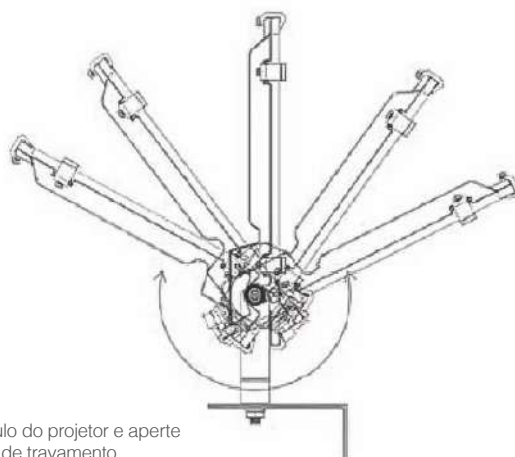

Figura 02
- Fixe o projetor utilizando parafusos e arruelas M10 (não fornecidos). Ver figura 02.